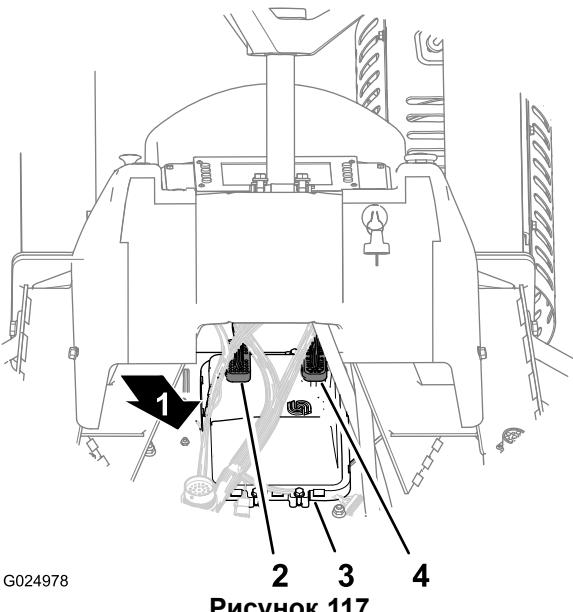

Рисунок 117
2. Отсоедините разъем с 50 гнездами (CPU 1) от задней части компьютерного модуля (Рисунок 117).
3. Отсоедините разъем с 38 гнездами (CPU -2) от задней части компьютерного модуля (Рисунок 117).
1. Подсоедините разъем с 38 гнездами (CPU -2) к задней части компьютерного модуля (Рисунок 117).
2. Подсоедините разъем с 50 гнездами (CPU 1) к задней части компьютерного модуля (Рисунок 117).